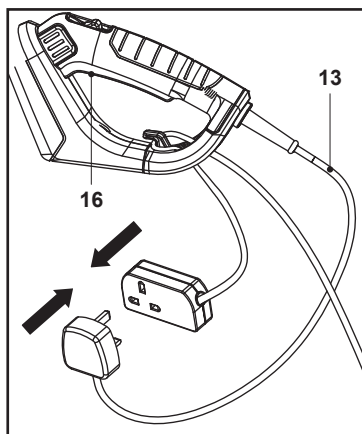

Fig.4
3. Podłączyć przewód zasilania (13) do gniazda przedłużacza (rys. 4).